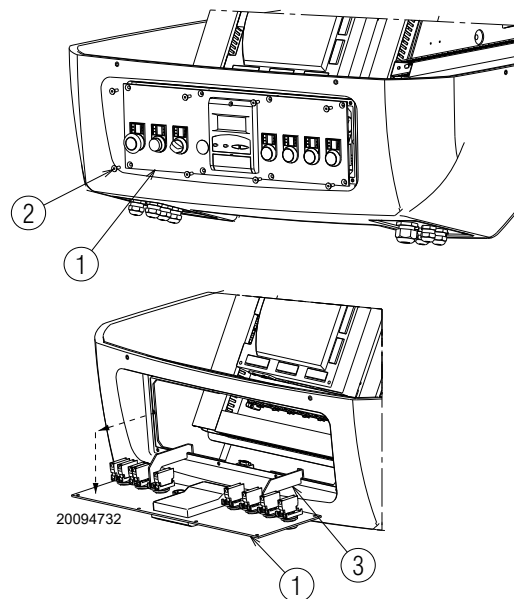

Рис. 33
- отверните винты 2) (Рис. 33) на панели управления 1);
- извлеките панель управления 1) и поверните ее на 90°, зацепив специальными кронштейнами 3) за профиль электрической панели, как показано на Рис. 33;